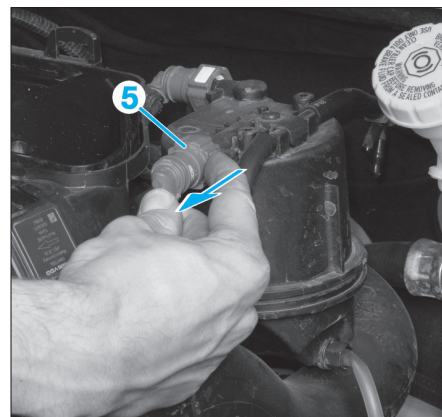

Fig. 35
- Déclipper le tuyau (5) (Fig.35).